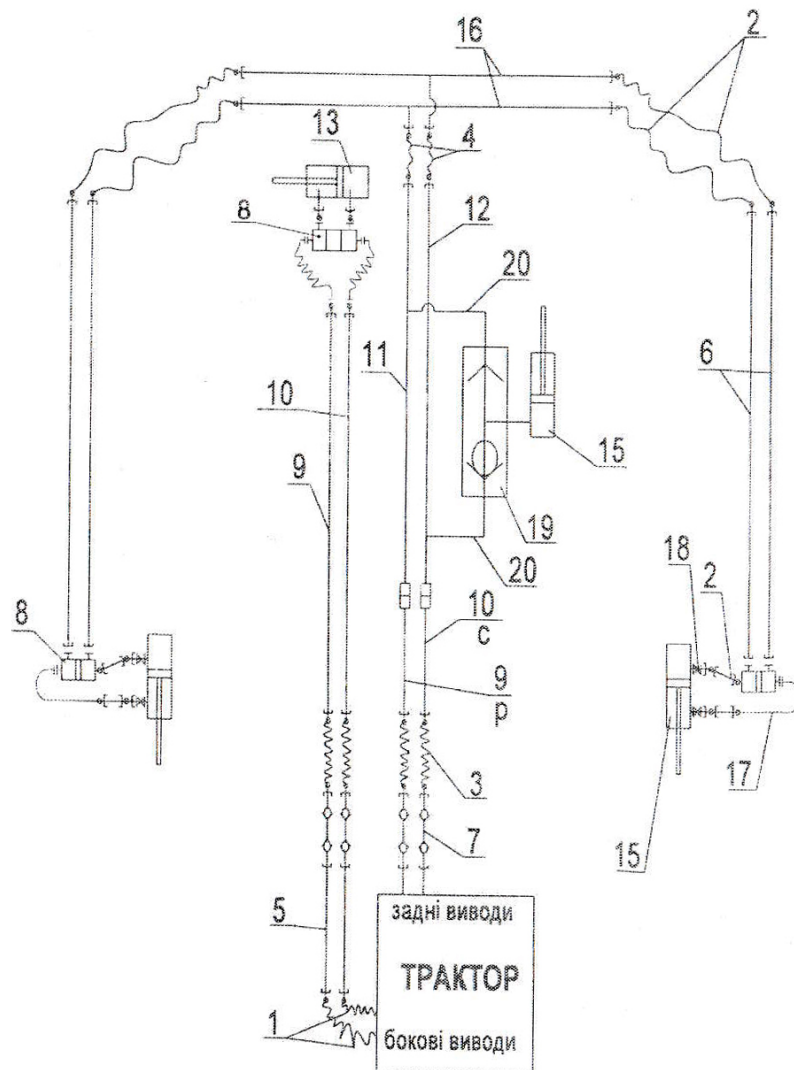

Рис. 6.7
6.3.11 Закріпіть маслопровід (5, рис. 6.7) на тракторі і приєднайте гідросистему високого тиску трактора до обприскувача.